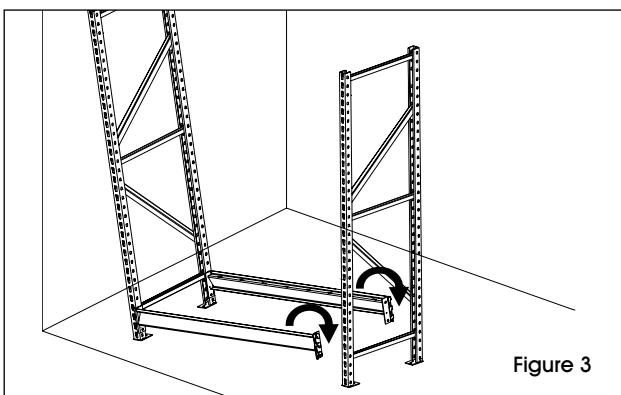

Figure 3
- Tout en maintenant le second montant en position, soulevez les traverses de soutien et accrochez-les en position. (Voir Figure 3)